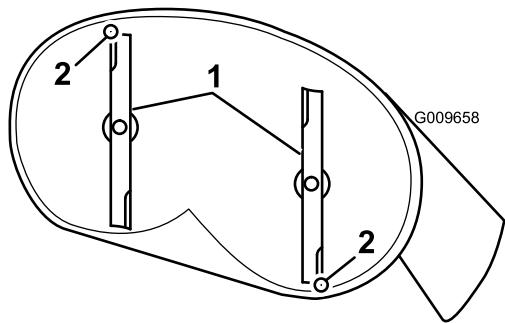
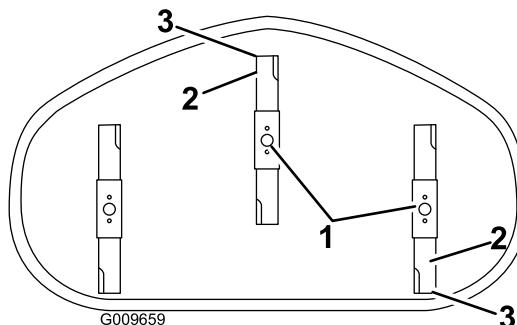

Bild 65
Bild 66
- Drehen Sie die Messer vorsichtig, sodass sie in Längsrichtung zeigen (Bild 65 und Bild 66).
5. Messen Sie zwischen der Messerspitze vorne und hinten und der flachen Oberfläche (Bild 65 und Bild 66).
9. Überprüfen Sie nach dem Einstellen erneut die Neigung in Längsrichtung. Stellen Sie die Mutter ein, bis die vordere Messerspitze um 1,6 mm bis 7,9 mm tiefer liegt als die hintere Messerspitze (Bild 65 und Bild 66).